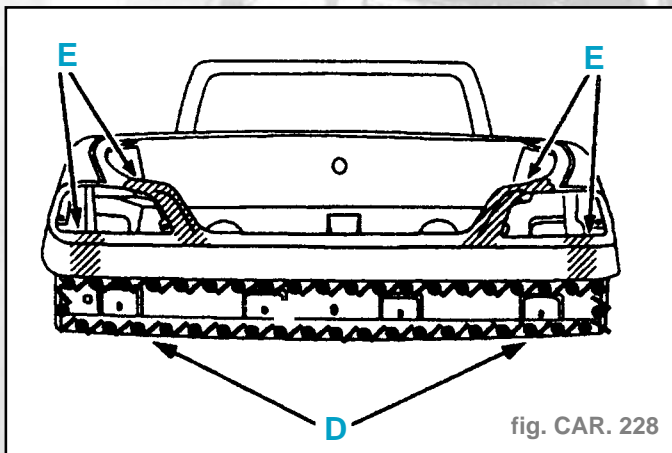

fig. CAR. 228
- Appliquer un mastic à liser au pinceau à l'extérieur et à l'intérieur (suivant D) (fig. CAR. 228).